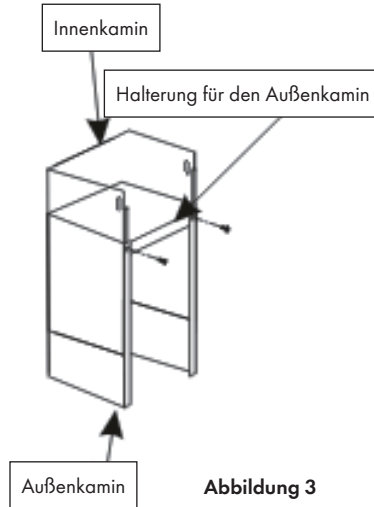

Abbildung 3
5. Befestigen Sie die Halterung für den Außenkamin am Außenkamin und achten Sie darauf, dass der Innenkamin frei in der Höhe verstellbar bleibt. Montieren Sie anschließend den Kamin auf der Dunstabzugshaube und führen Sie das Abluftrohr nach außen (siehe Abbildung 3).